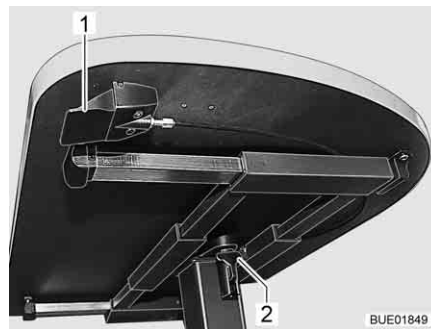

Bild 100 Verstellung Hubtisch
- Den Verriegelungshebel (Bild 100,2) nach unten klappen.
- Den Hebel (Bild 100,1) unter der Tischplatte nach oben drücken. Der Hubmechanismus im Tischfuß wird entriegelt.
- Den Hebel (Bild 100,1) unter der Tischplatte nach oben drücken. Die Tischplatte fährt selbsttätig bis zum Endanschlag nach oben.